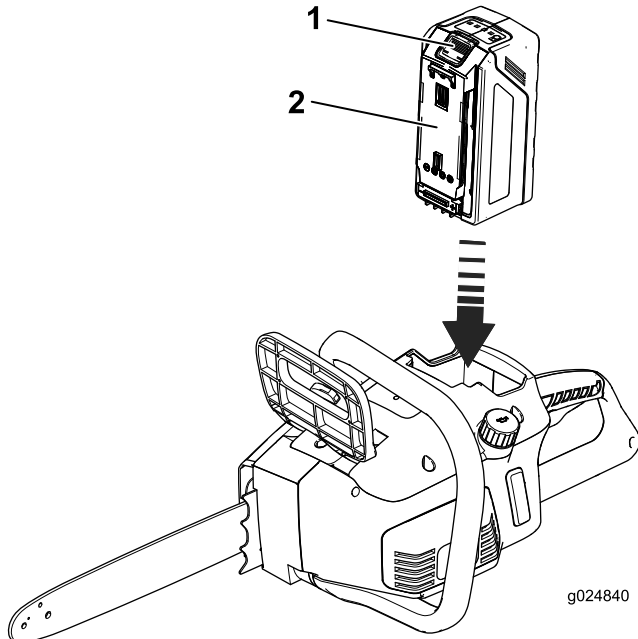

Figure 5
2. Alignez la languette de la batterie sur le logement dans la tronçonneuse (Figure 5).